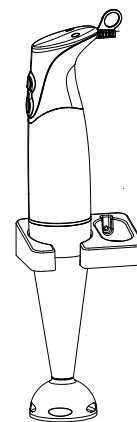

Fig. 5
5. Remonter la tige du mélangeur au moteur, puis le placer en position verticale dans le support mural (voir Fig.5) ou l'accrocher pour économiser de l'espace.